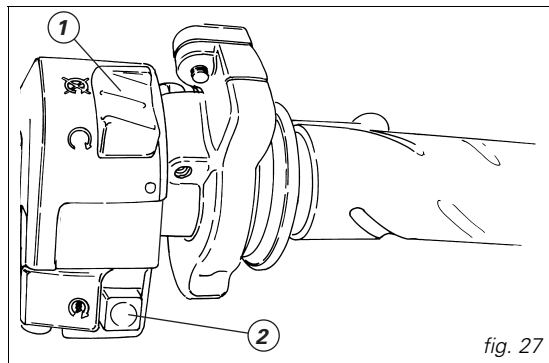

fig. 27
3) Assurez-vous que le commutateur d'arrêt (1, fig. 27) soit en position  (RUN) ; appuyez ensuite sur le bouton de démarrage (2, fig. 27).